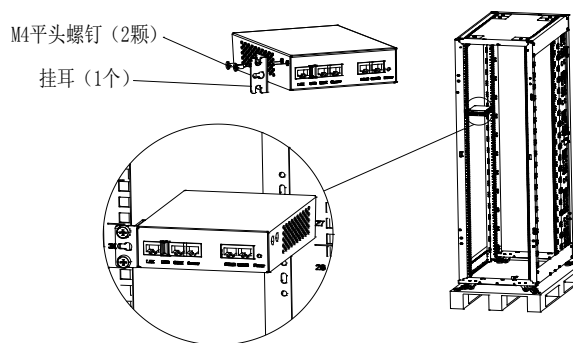

图2-2 安装挂耳和机架安装效果图
2. 用所附 M4 螺钉将挂耳（挂耳为多用途零部件，即用于挂式安装也用于机架安装）固定在 RDU-EX 卡盒侧面（左右两侧皆可），如图 2-2 所示。